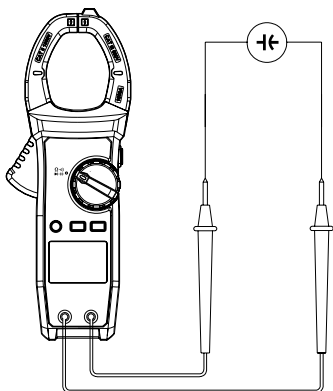

Рис.10. Измерение ёмкости
- 2) Установите переключатель в режим $\bullet \cdot 1$), нажмите SELECT для выбора режима измерения емкости $\rightarrow \leftarrow$ (см. рис. 10).